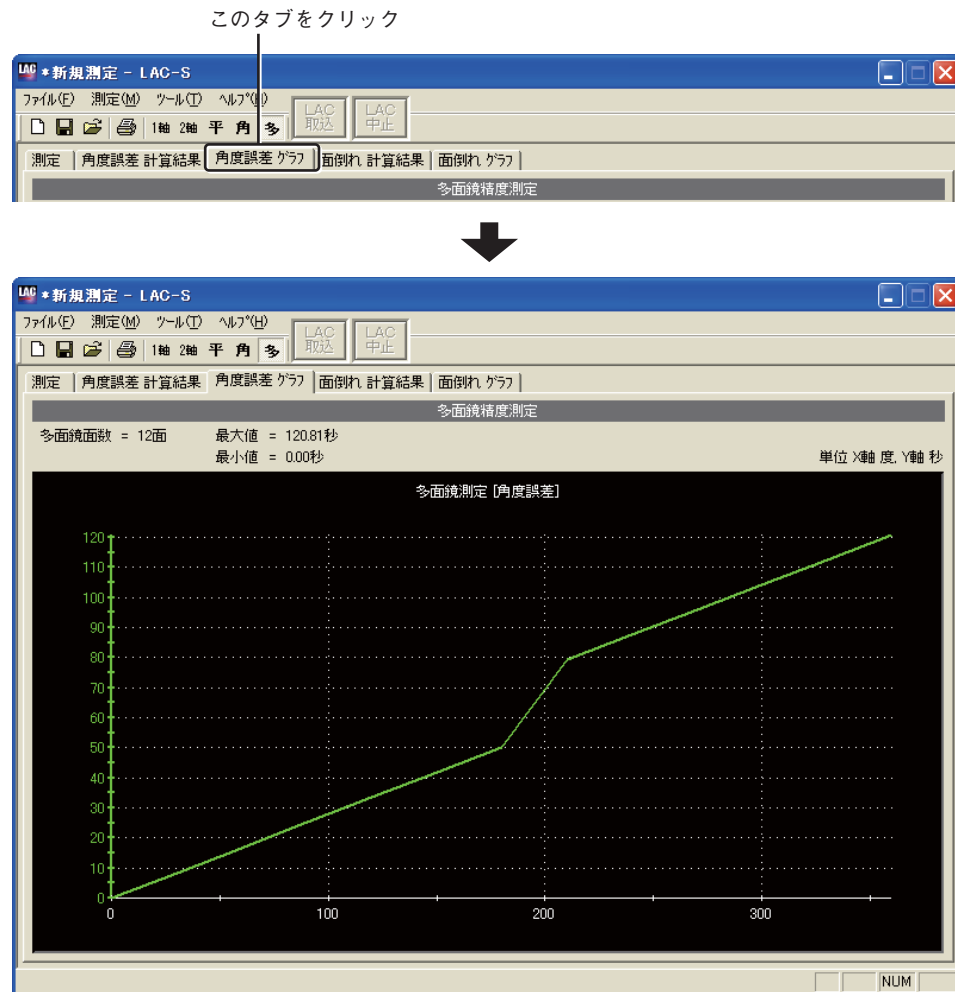

図5-11-10
5.11.2で行った計算結果を「角度誤差 グラフ」で表示します。多面鏡精度測定画面の「角度誤差 グラフ」タブをクリックすると「角度誤差 グラフ」が表示されます(図5-11-10)。